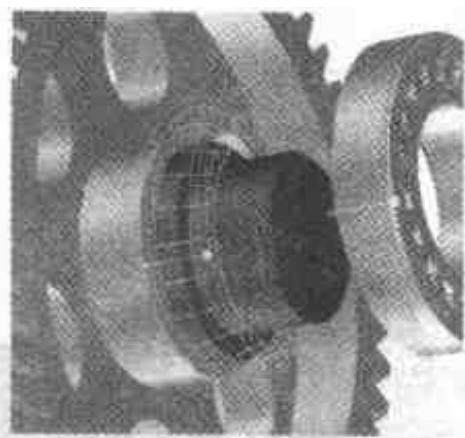
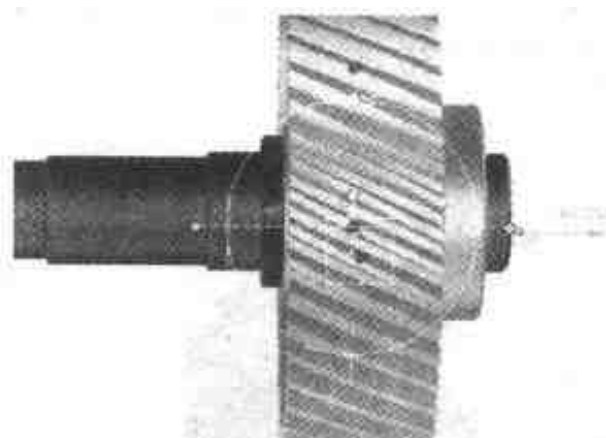

图 3.119 选择装配位置
图 3.120 调整三维球的位置
(3) 适当旋转视图到如图 3.119 所示的位置, 在齿轮轴外圆上移动光标直到到了如图 3.119 所示的位置单击。
(4) 再次单击【无约束装配】工具按钮, 关闭无约束装配操作, 打开【三维球】。
(5) 调整视图到如图 3.120 所示的位置。
(6) 按空格键后单独向左移动三维球, 右击所显示的数字将它改为 48。